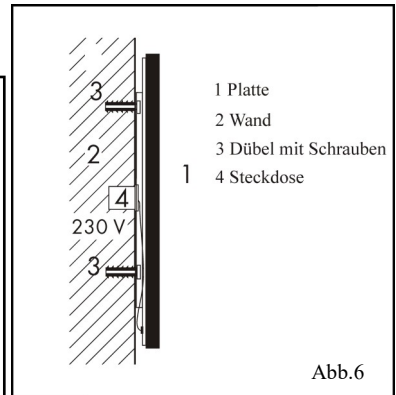

Abb. 6
- Die Bohrlöcher gemäß der Tabelle kennzeichnen, Bohrlöcher bohren, Dübel einstecken und Schraube einschrauben, so dass sie nicht voll eingeschraubt ist sondern ca. 5 mm herausragt. (Abb. 6)
Das Speisekabel ist in die Dose an der Wand anzuschließen, siehe Abb. 6.